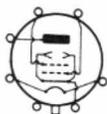

Fig. RR-08.11.
3) Tube 7408: tétrode à faisceaux dirigés, amplificatrice BF. Chauffage = 6,3 V 0,45 A;  $V_a$  max = 315 V;  $V_{g2}$  max = 250 V;  $V_{g1}$  = 13 V;  $I_a$  = 34 mA;  $I_{g2}$  = 2,2 mA;  $S$  = 3,75 mA/V;  $\rho$  = 80 k $\Omega$ ;  $Z_a$  = 8,5 k $\Omega$ ;  $W_a$  = 12 W;  $W_o$  = 5,5 W (correspondant très proche: 6 V 6 GT). Brochage: voir figure RR-08.11.